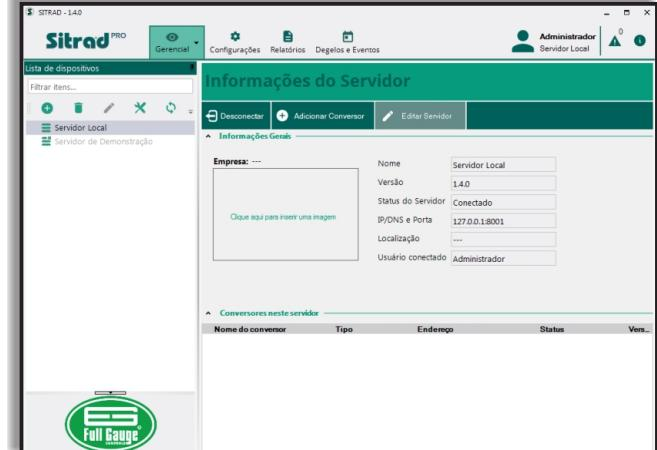

Figura 25
Passo 1: A Figura 25 exibe a tela Gerencial do Sitrad^{Pro}. Na guia **Lista de dispositivos**, à esquerda, selecione o servidor o qual deseja-se instalar. Esse servidor deve estar na mesma rede que o dispositivo. Na guia principal **Informações do Servidor**, clique no botão **Adicionar Conversor**.